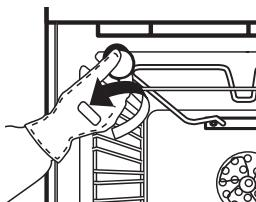

fig. 5
- Desatornille la tapa de la lámpara (Fig. 5), cambie la lámpara (véase la nota sobre el tipo de lámpara) y vuelva a colocar la tapa atornillándola.